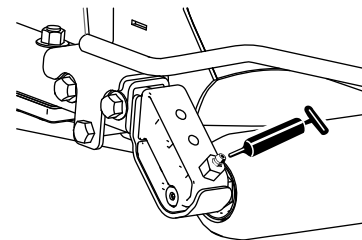

Figure 42
- 2 (par unité de coupe) roulements de rouleur arrière (Figure 42)